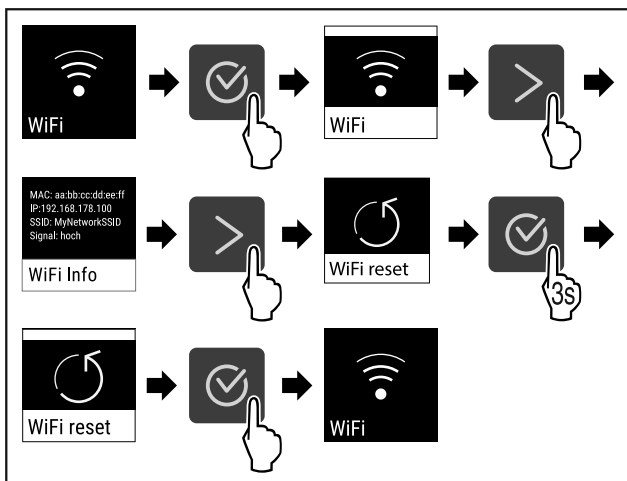

Fig. 87
- ▶ Provedte akční kroky (viz Fig. 87).